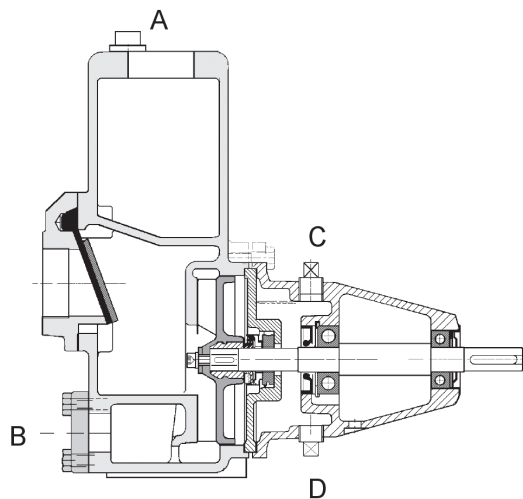

Figure 6:
- Veillez à ce que l'espace C (voir figure 6) situé derrière la garniture mécanique (chambre d'huile) soit rempli de liquide. (Lors de la livraison de la pompe, la chambre d'huile est normalement pas remplie d'huile).
- Introduisez le liquide à véhiculer par l'orifice de remplissage "A" (voir figure 6) jusqu'à ce que le liquide ne déborde pas.